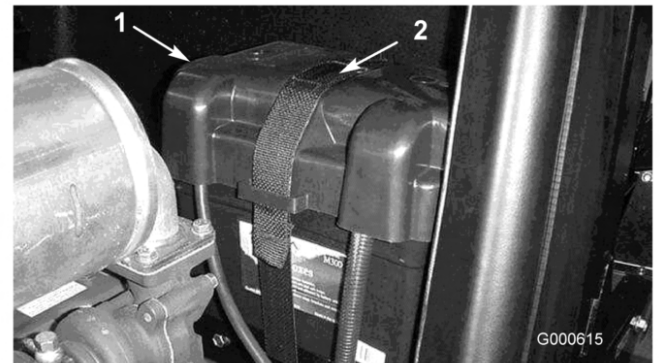

Bild 41
2. Entfernen Sie die Batteriehalterung und die -abdeckung (Bild 41).